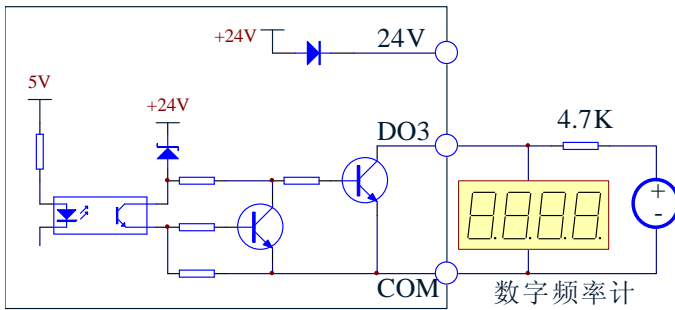

图3-30 输出端子DO3连接方式2
4) 数字脉冲频率输出DO3也可使用外部电源，9~30V，接线方式请参见图3-30。